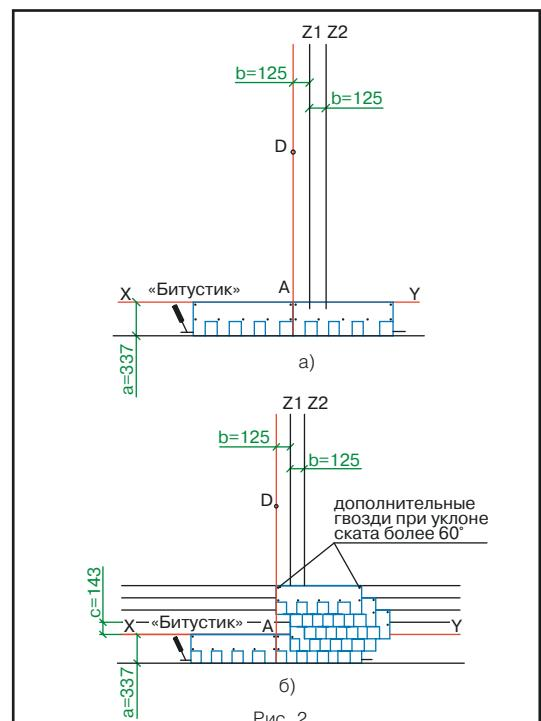

Рис. 2
Укладка материала (рис. 2)
- первый ряд черепицы укладывается от линии AD (рис. 2а);
- второй ряд укладывается от линии Z1 (со смещением 12,5 см от AD) (рис. 2б);
- третий ряд укладывается от линии Z2 (со смещением 12,5 см от Z1) (рис. 2б);
- четвертый ряд – от линии Z1 (рис. 2б);
- пятый ряд – от линии AD (рис. 2а);
Каждый лист черепицы МАСТЕРJ крепится 5 гвоздями таким образом, чтобы гвоздь прошипал и верхний край низлежащего листа черепицы МАСТЕРJ (рис. 2а, б).